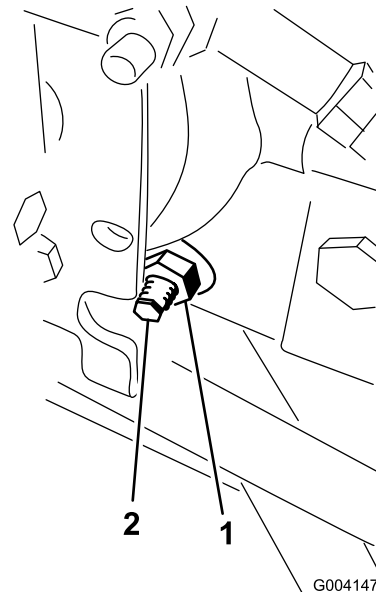

Figure 61
3. Sous le côté droit de l'hydrostat, desserrez le contre-écrou sur la came de réglage de transmission (Figure 61).